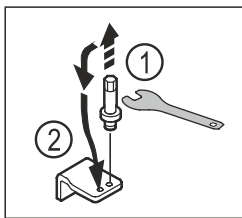

Fig. 13
- ▶ Відкрутіть болт нижнього опорного кронштейна за допомогою шестигранного ключа SW5. Fig. 13 (1)
- ▶ Вставте болт із протилежного боку. Fig. 13 (2)